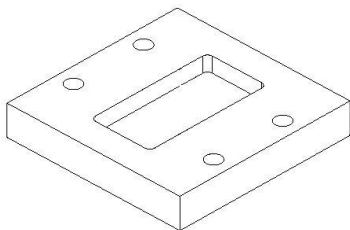

图5-72
5. 选择上一步绘制的草图轮廓，在【成形特征】工具条中单击【拉伸】按钮，在【选择步骤】复选框中选择【求差】选项，在【结束】输入框中输入“30”，然后单击 **确定** 按钮创建拉伸切除特征，如图 5-72 所示。